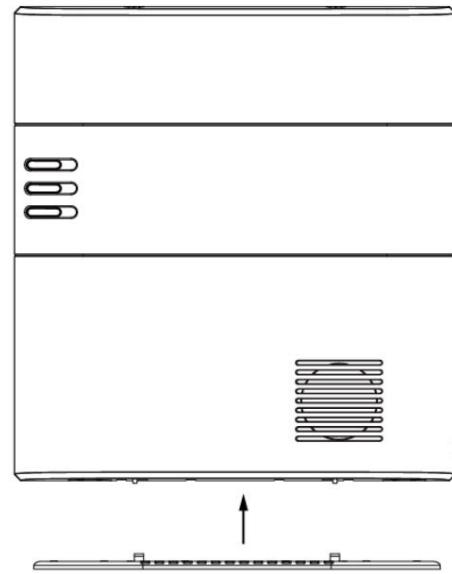

Figura 5
- II. Vuelva a colocar la base de apoyo. (figura 5)